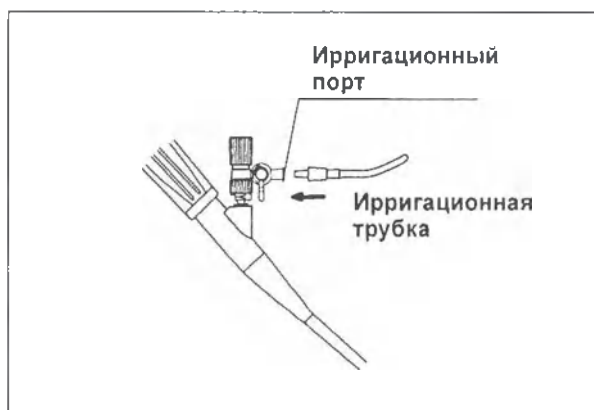

Рисунок 3.6
2. Подсоедините ирригационную трубку от ирригационной системы к ирригационному порту на заглушке для щипцов/ирригации (см. рис. 3.6).